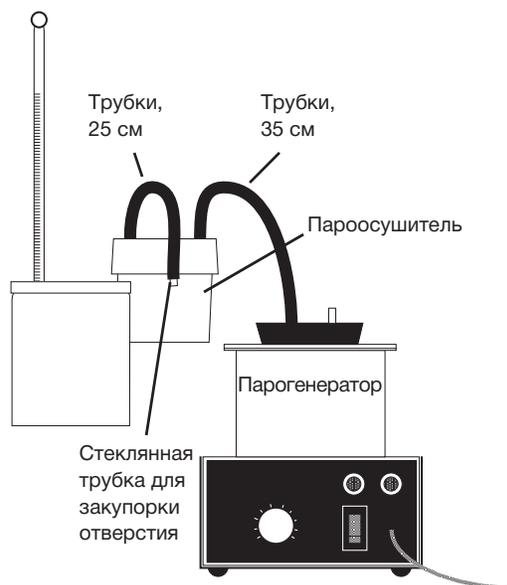

Рисунок 3.1.
2. Соберите установку из парогенератора и пароосушителя (см. рис. 3.1). Длины трубок следует подбирать приблизительно равным тем, что изображены на рисунке.